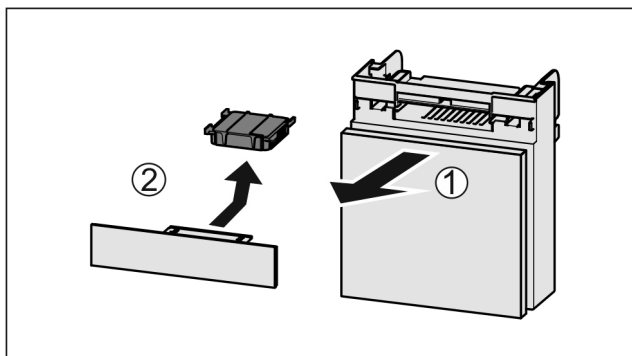

Fig. 200
- Zásuvku vytáhněte dopředu Fig. 200 (1).
- Filtr s aktivním uhlím vyjměte Fig. 200 (2).